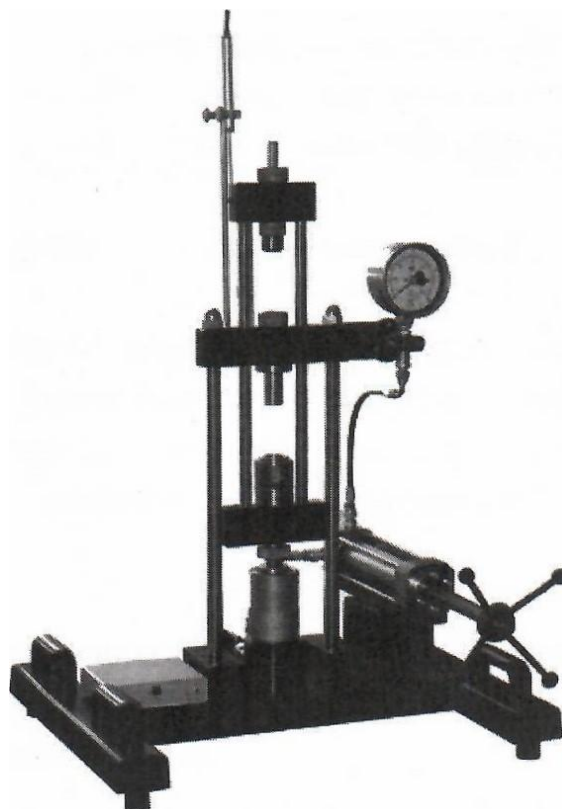

Рисунок 2.1 — Универсальная машина для исследования свойств материала.
1. Испытательная машина (рисунок 2.1);